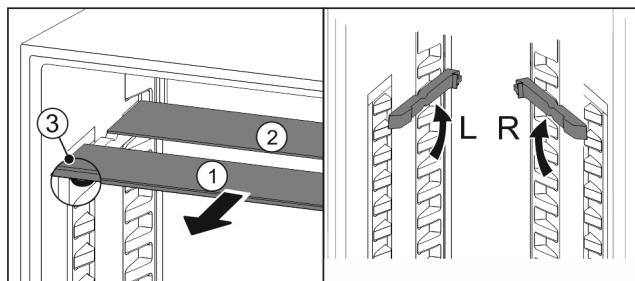

Fig. 94
- Посьуньте Fig. 94 (1) скляну панель вперед.
- ▷ Скляна панель Fig. 94 (1) з декоративною планкою лежить спереду.
- ▷ Стопори Fig. 94 (3) показують вниз.